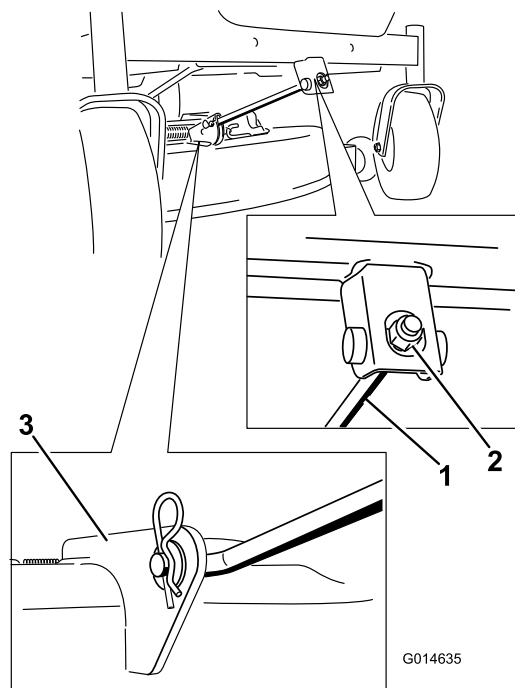

Figure 61
4. Retirez la goupille fendue de la tige de support avant et déposez la tige du support de tablier (Figure 61).
6. Fixez la tige de support avant au tablier de coupe à l'aide de l'axe de chape et de la goupille fendue (Figure 61).